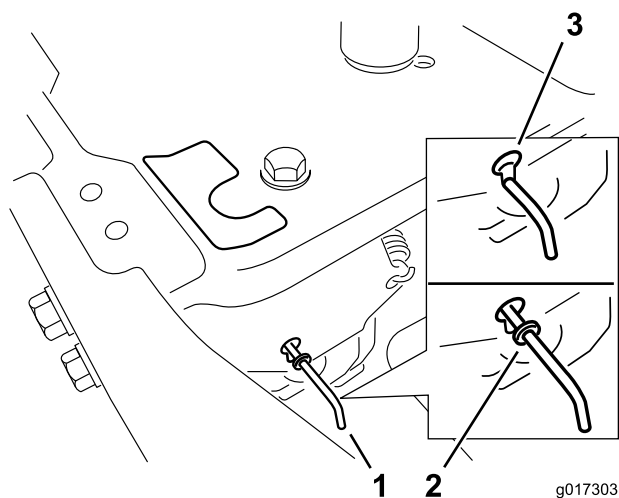

Figure 24
4. Amenez les leviers de dérivation en avant dans l'encoche en trou de serrure, puis vers le bas pour les verrouiller en position, comme montré à la Figure 24. Assurez-vous de le faire pour chaque levier.
Déplacez les leviers de dérivation en arrière dans l'encoche en trou de serrure, puis vers le bas pour les verrouiller en position, comme illustré (Figure 24). Assurez-vous de le faire pour chaque levier.